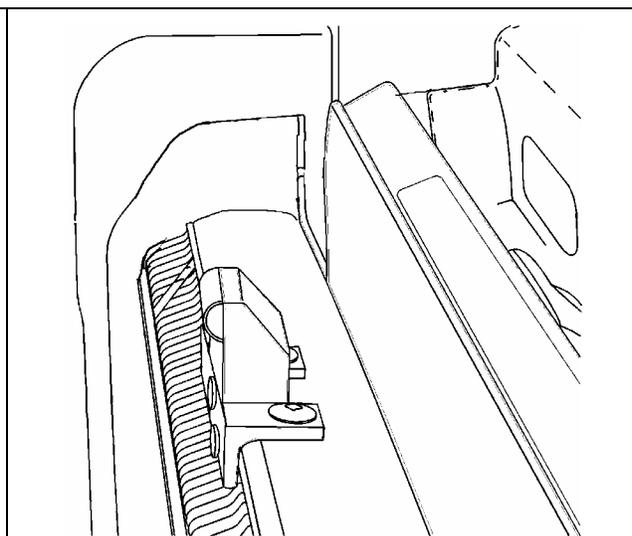

FIGURE 4 : ASPECT FINAL DU TRAVAIL
**Remarque :** Parmi les derniers véhicules touchés par ce rappel, certains ont été assemblés en usine avec des butées conformes aux spécifications de ce rappel. Si c'est le cas, ignorer ce rappel. Une butée conforme aux spécifications est représentée à la figure 4.
5. Tailler la butée en suivant la ligne de coupe et adoucir les arêtes vives avec une lime. Voir l'aspect final du travail à la figure 4.